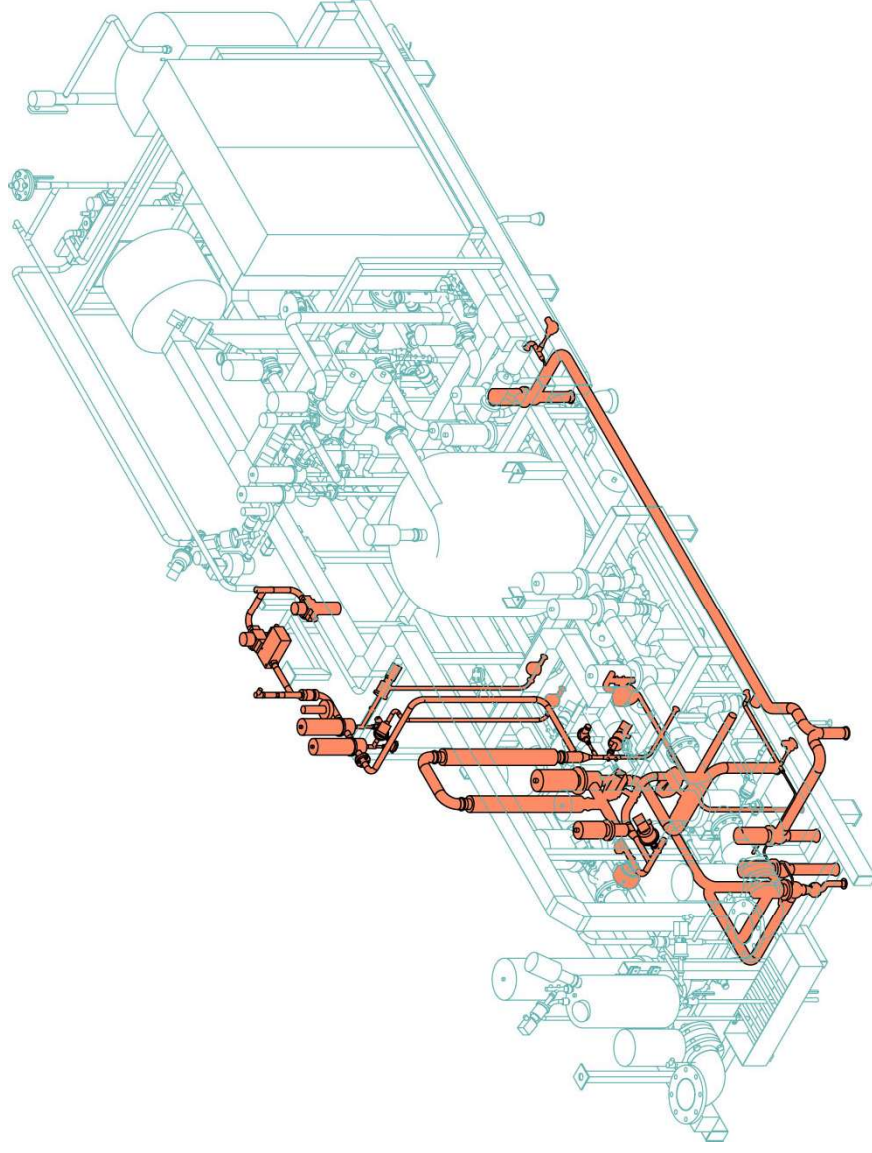

Bild 6-51
- Luft-Sterilisation (Bild 6-51)